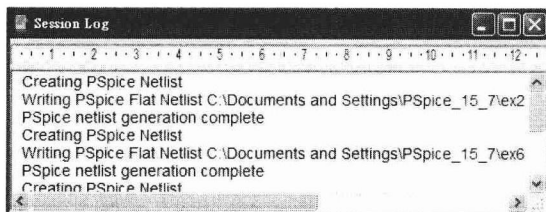

图 1.15 系统状态记录器
③ 系统状态记录器 (Session Log),如图 1.15 所示。